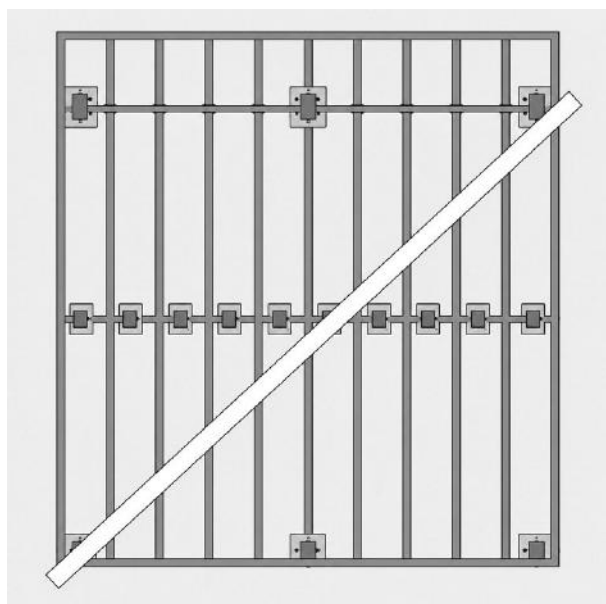

FIG. 11 – LAME CENTRALE DISPOSÉE À UN ANGLE DE 45°
- 01 Placez d'abord la lame centrale, en veillant à ce que la lame soit à un angle de 45° (fig. 11) : installez 1 clip invisible à chaque fois que la lame croise une lambourde ; utilisez toujours des clips invisibles pour fixer les extrémités des lames ; utilisez 1 clip par extrémité de lame aux joints bout à bout (ne partagez jamais un clip entre 2 extrémités de lames) ; utilisez une équerre à onglet pour garantir un angle de 45° exact.